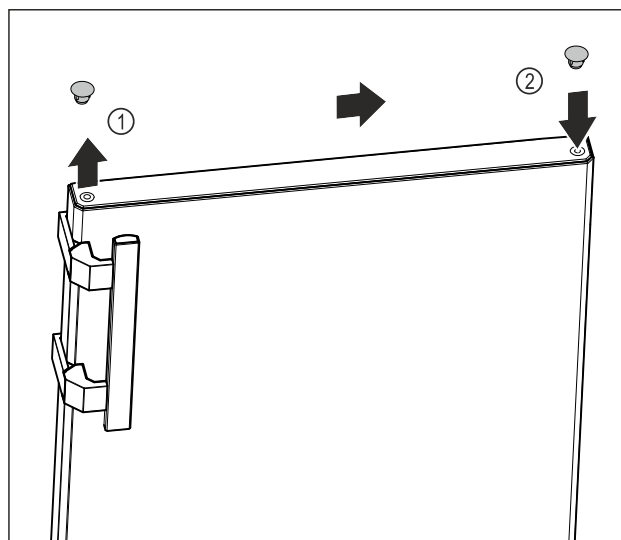

Fig. 13
- Lyft försiktigt täckplugg på dörrens ovasida Fig. 13 (1) med spårskruvmejsel.
- Sätt in täckplugg på motsatta sidan. Fig. 13 (2)